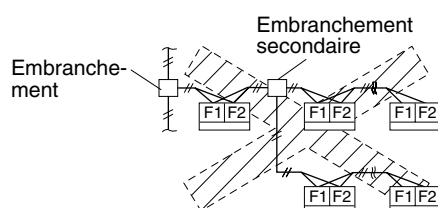

Fig. 15
4. Il est possible d'effectuer jusqu'à 16 embranchements pour le câblage d'une unité à une autre. Aucun embranchement n'est autorisé après le premier embranchement. **(Reportez-vous à la Fig. 15)**